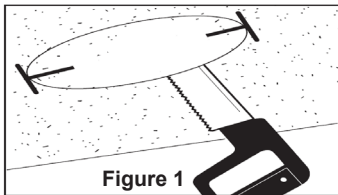

Figure 1
- Utilisez le gabarit de perçage fourni s'il est nécessaire de faire un nouveau trou. S'il est nécessaire de couper le plafond, placez le gabarit à l'emplacement voulu. Marquez le cercle correspondant à la bague extérieure à l'aide d'un stylo ou d'un crayon (non fourni). Découpez l'ouverture à l'aide d'une scie (non fournie). Utilisez un support encastrable rond au plafond (non inclus) pour les trous mal percés ou surdimensionnés. (Figure 1)